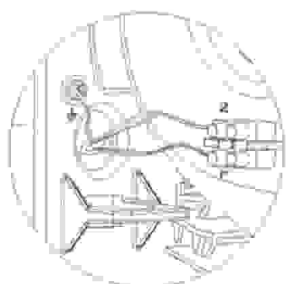

Fig.8
4. Podłącz przewód zerowy i fazowy (N, L) do kostki a kabel A/V do śruby połączenia uziemiającego (Klasa I) (patrz Rys.8).